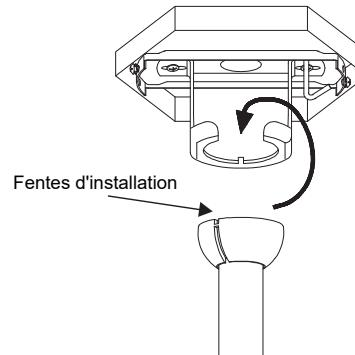

Fig. 7
**Étape 7.** Placez la rotule de la tige de suspension dans la prise du support de suspension (**Fig 7**).
Tournez l'ensemble jusqu'à ce que Check Tab (languette de contrôle) se trouve dans Registration Slot (Fente d'installation) et qu'il soit fermement logé (**Fig. 7**).